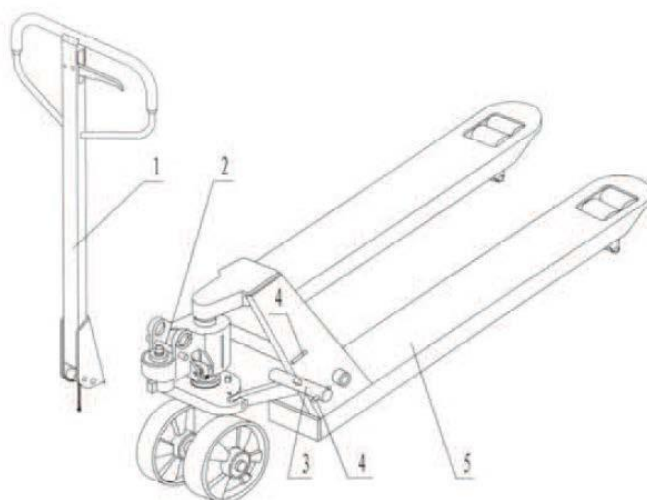
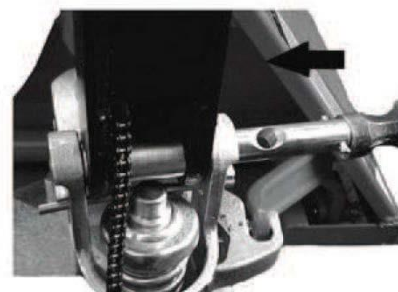

Рис. 5. Установка рукоятки
Рис. 6. Установка оси
- Ось с отверстием (1 шт. поз. 3 рис. 5);
- Штифт (2 шт. поз. 4 рис. 5; один из них уже установлен на оси);
- Предварительно собранная рукоятка (1 шт. поз. 1 рис. 5);
- Предварительно собранное шасси с узлом насоса (1 шт. поз. 5 рис. 5).
А) Вставьте рукоятку (поз. 1 на рис. 5) в поршень насоса. Затем при помощи молотка вставьте ось с отверстием в гидравлический насос и рукоятку справа налево (рис. 6).
В) Опустите рукоятку и удалите штырь (поз. 2 рис. 5).
Г) Установите рычаг управления на рукоятке в положение “ПОДЪЁМ”. Затем поднимите шайбу рычага штырём (поз. 2 рис. 5) и вставьте регулировочный болт в передний паз шайбы рычага.
Д) При помощи молотка вставьте второй штифт (поз. 4 рис. 5) во второе отверстие оси. Теперь рукоятка присоединена к насосу.